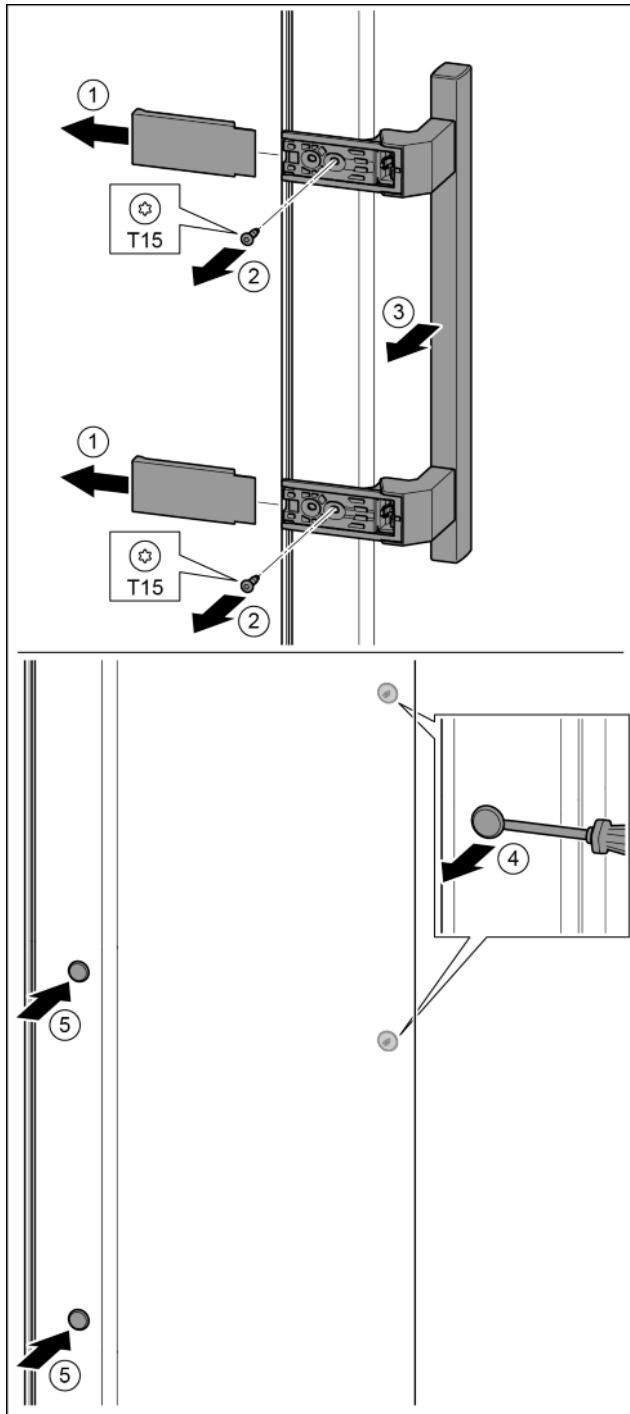

Fig. 29
- ▶ Снять крышку. Fig. 29 (1)
- ▶ Выкрутить винты отверткой T15. Fig. 29 (2)
- ▶ Снять ручку. Fig. 29 (3)
- ▶ Осторожно приподнять шлицевой отверткой боковые заглушки и вынуть их. Fig. 29 (4)
- ▶ Заглушки снова вставить с другой стороны. Fig. 29 (5)